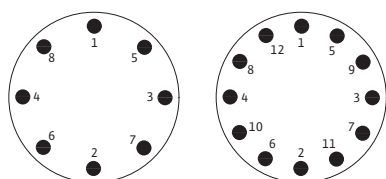

Fig. 41: Reihenfolge Schraubenanzug
- Reihenfolge (Fig. 41) beachten.